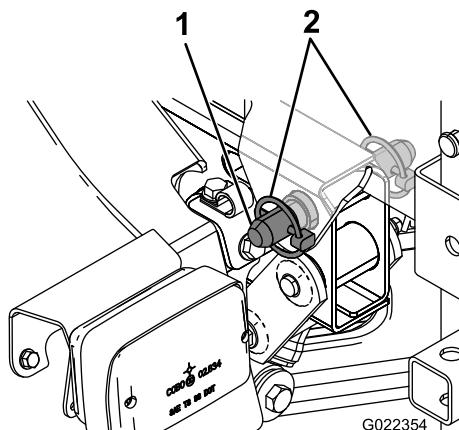

Bild 10
5. Fluchten Sie die Löcher in den Drehansätzen hinten am Behältergestell mit den Löchern im Schwenkrohr der Ladepritsche am Ende des Fahrzeugrahmens aus (Bild 10).
- Setzen Sie einen angeschrägten Lastösenbolzen und zwei Klappstecker in den Drehansatz ein, um den Behälter am Rahmen zu befestigen (Bild 10).